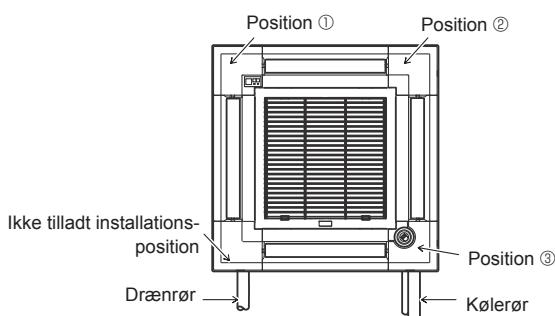

Fig. 9-11
Installer signalmodtagerhjørnepanelet på panelet, og fastgør med skruen. Signalmodtagerhjørnepanelet kan ikke installeres på drænrørssiden af hovedenheden. (Se Fig. 9-11)
- i-see sensor-hjørnepanelet skal fastgøres til gitteret ① med skruen ③.
- Hvis placeringen af i-see-sensoren er ændret fra standardposition (position ③) til den anden position, skal funktionsindstillingerne ændres. (se side 165 og Fig. 9-11)
- i-see sensor-hjørnepanelet kan ikke installeres på drænrørssiden af hovedenheden. (Se Fig. 9-11)